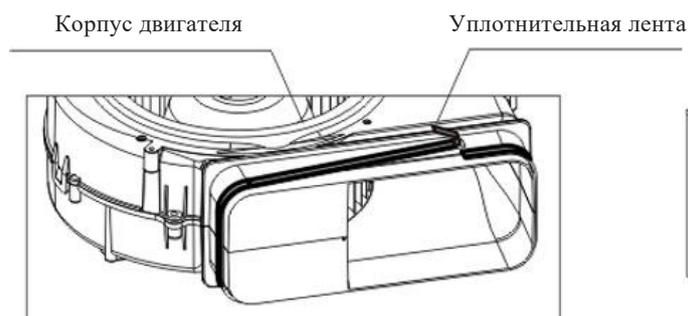

Рис.3
4. Очистите поверхность выпускного отверстия двигателя с помощью ткани, приклейте уплотнительную ленту вокруг выпускного отверстия, отрежьте излишки и соедините два конца уплотнительной ленты. Смотрите рис. 3.
4. Установите вытяжной канал на выпускное отверстие двигателя, см. рис. 3.